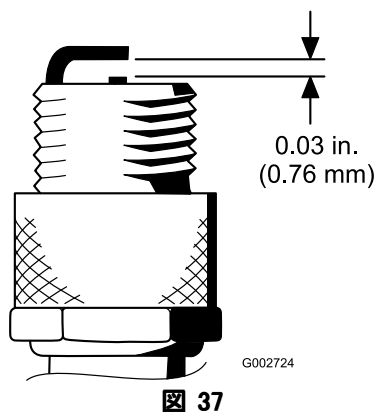

図 37
4. エア・ギャップを 0.76mm に調整する (図 37)。